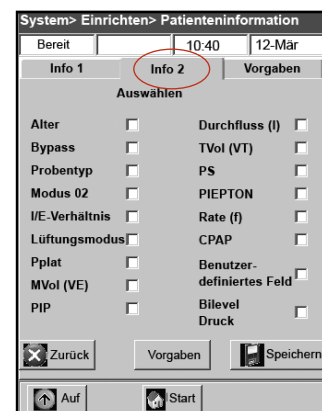

Abbildung H-8: Bildschirm System > Einrichten > Patienteninformationen > Info 2
- Tippen Sie auf die Registerkarte **Info 2** und anschließend auf jede gewünschte Option (Abbildung H-8):